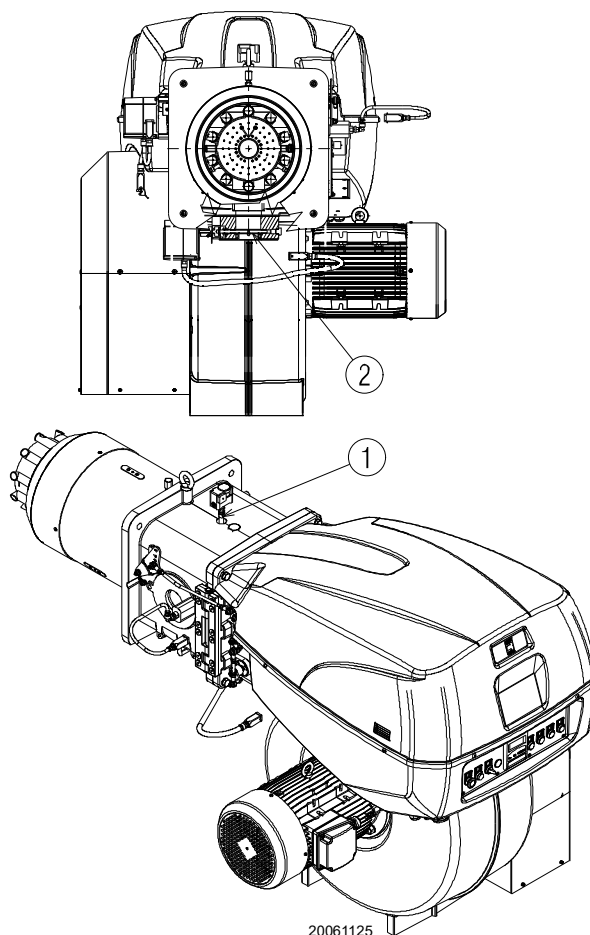

Fig. 19
Pressione del gas misurata alla presa 1)(Fig. 19 a pag. 21), con:
Perdita di carico farfalla gas 2)(Fig. 19 a pag. 21) con apertura massima: 90°.
- sottrarre dalla pressione del gas alla presa 1)(Fig. 19 a pag. 21) la pressione in camera di combustione.
Pressione del gas alla presa 1)(Fig. 19) = 59,2 mbar
Per conoscere invece la pressione del gas necessaria alla presa 1)(Fig. 19), fissata la potenza massima di modulazione alla quale si desidera funzioni il bruciatore:
- Leggere sulla destra, colonna 1, la pressione alla presa 1)(Fig. 19).
pressione necessaria alla presa 1)(Fig. 19).